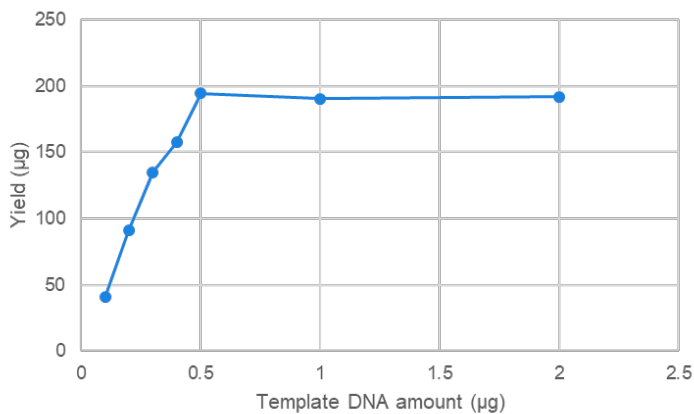

図 4. 鋳型 DNA 量と RNA 収量の関係
* 4 : AGG の転写開始配列を有する鋳型をご使用ください。最適な鋳型量是用いる鋳型の大きさや種類によって異なりますが、通常 0.5~2 μ g の範囲でご使用ください（図 4 参照）。(PC) Positive Control Template (FLuc) の場合は、2 μ l (1 μ g) を使用してください。